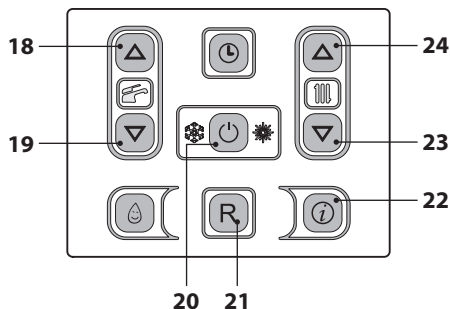
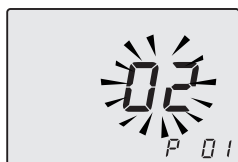

Figura 5.37
Figura 5.38
- Entrare in "modalità programmazione" premendo contemporaneamente per 10 secondi i tasti 20 - 23 - 24 (Figura 5.37) fino a far apparire sul display LCD le lettere **P01** e il valore del parametro, indicanti l'entrata nel "parametro 01" (Figura 5.38).
- Premendo il tasto 20 (Figura 5.37) si ottiene la conferma del valore inserito.
Comunque se la temperatura ambiente non dovesse essere confortevole si può aumentare o diminuire la temperatura di mandata dell'impianto riscaldamento di  $\pm 15^\circ\text{C}$  agendo sui tasti 23 (diminuzione) e 24 (aumento) (Figura 5.37).